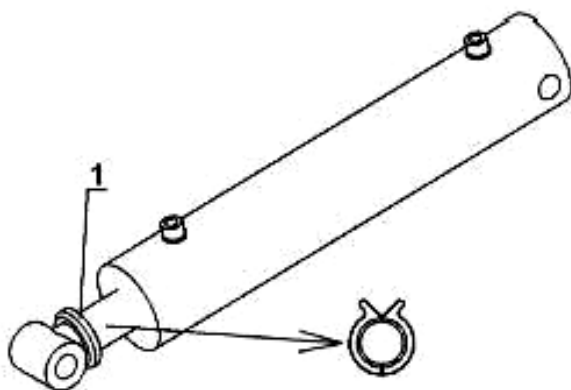

Рисунок 11.
**Регулировка глубины** обработки осуществляется путем установки клипс различной толщины на шток гидроцилиндра (1) опорных колес (рис. 11).